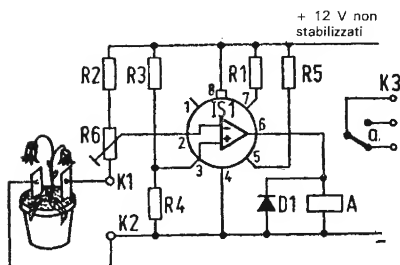

Fig. 6.04. Con un amplificatore operazionale e un relé comandato elettronicamente si può realizzare una sonda d'umidità per annaffiare automaticamente i fiori.
Il circuito di Fig. 6.04 è composto da un amplificatore operazionale senza controreazione che pilota un relé. Alle due bocche K1 e K2 vengono collegate le due sonde, costituite da due semplici linguette metalliche, che vanno piantate nel terreno. Quando questo è umido esso ha resistenza molto bassa così che all'ingresso 3 dell'amplificatore operazionale arriva un potenziale negativo che pilota l'uscita in saturazione negativa. Appena la terra si secca, essa perde in conduttività elettrica e la sua resistenza aumenta. In questo modo il potenziale diventa più positivo finché ad un certo punto, regolabile con il potenziometro R6, l'amplificatore operazionale va in saturazione positiva e il relé viene eccitato. Si è fatto uso anche qui di un amplificatore opera-
**Lista componenti della sonda d'umidità di Fig. 6.04**